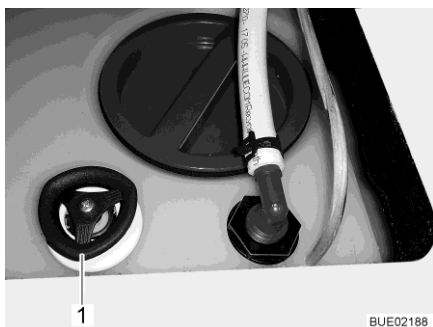

Fig. 170 Serbatoio dell'acqua con maniglia girevole
- Sul serbatoio dell'acqua ruotare la maniglia girevole (Fig. 170,1) in senso antiorario, oltre la resistenza verso l'esterno fino all'arresto, per aprire completamente l'apertura di scarico.